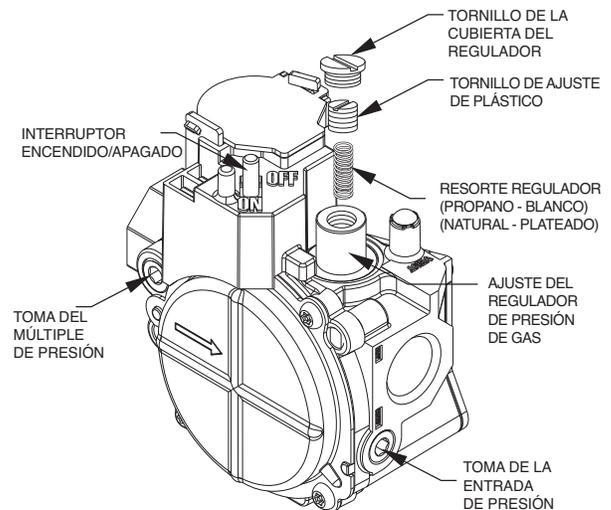

Fig. 13 – Válvula de gas de una etapa
1. Quite el tornillo de la cubierta del regulador sobre el tornillo de ajuste plástico de la válvula de gas (consulte la Fig. 13).
2. Gire el tornillo de ajuste plástico hacia la derecha para aumentar la entrada de gas o gire el tornillo de ajuste plástico hacia la izquierda para disminuir la entrada (consulte la Fig. 13). La presión del múltiple debe estar entre 3,2 y 3,8 in C.A.
3. Vuelva a colocar el tornillo de la cubierta del regulador en la válvula de gas (consulte la Fig. 13).